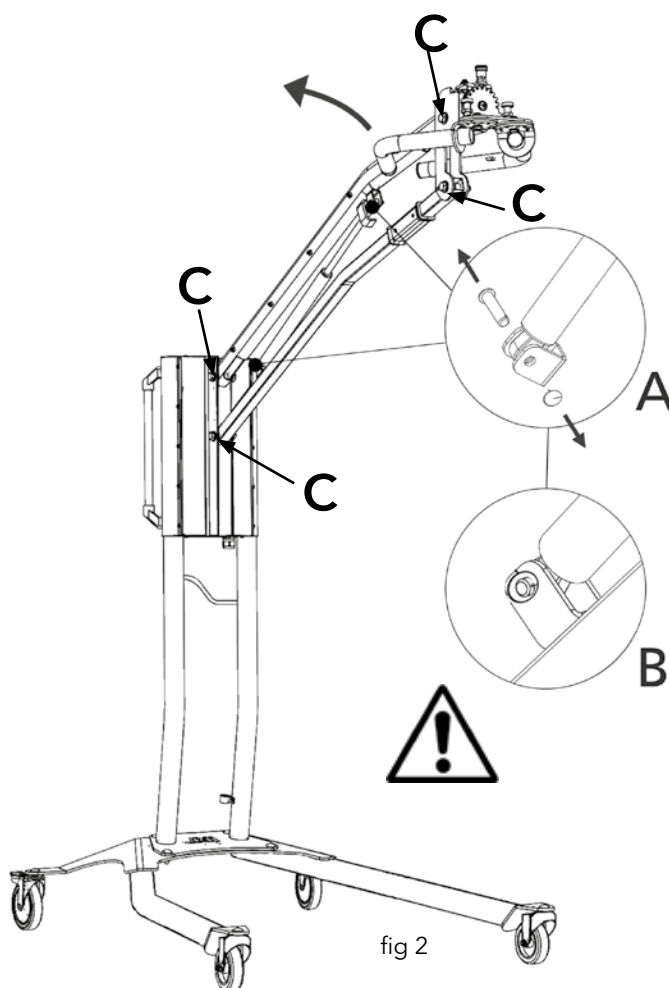

fig 2
2. Sistemare il braccio parallelo nella posizione più dritta possibile (fig 2).
4. Rimuovere gli anelli di bloccaggio e i due perni. Spostare la molla a gas leggermente verso l'alto/in avanti e quindi rimuoverla (fig 2).